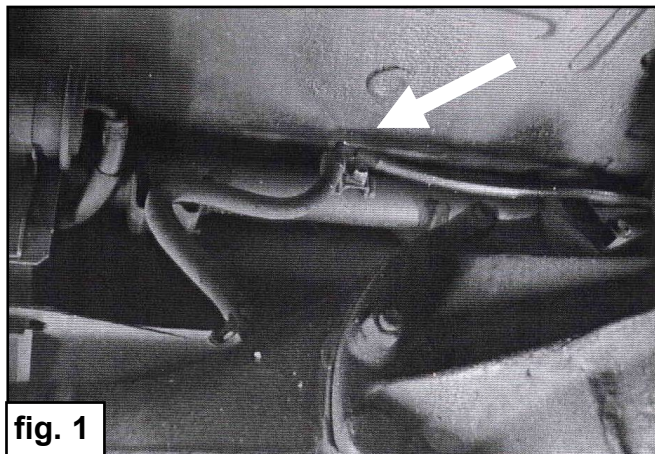

fig. 1
2. Demontieren Sie den Befestigungsbügel der Bremsleitung und der Entlüftungsleitung des Ausgleichsgetriebes, damit das Fahrzeug gehoben werden kann. Siehe Abb.1 und 2.
2. Démontez l'étrier de fixation du tuyau de frein et du tuyau de purge d'air du différentiel en soulevant l'auto des ressorts. Voir fig.1 et 2.
2. Ta bort fastsättningsklamman till bromsledningen och oljeröret till differential, för att hissa upp bilen, (Se fig.1 & 2)